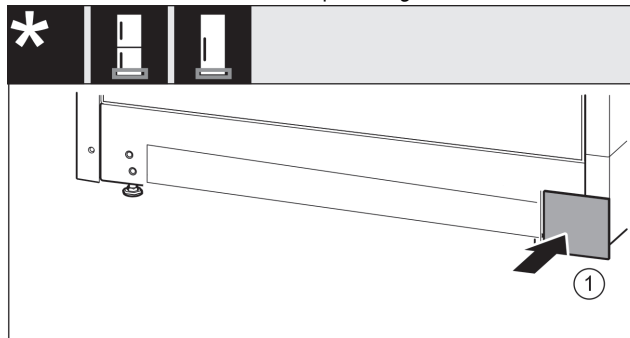

Fig. 17
- ▶ Aseta suojus takaisin paikoilleen toisella puolella. Fig. 17 (1)